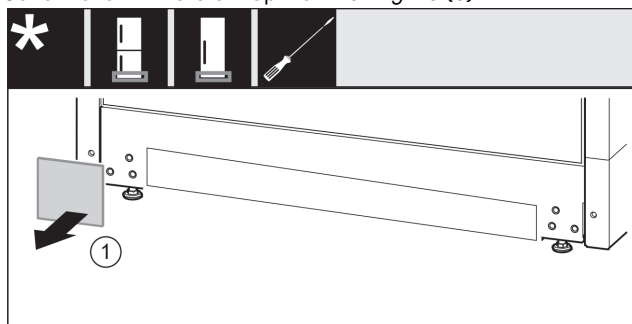

Fig. 14
- ▶ Свалете капака. Fig. 14 (1)